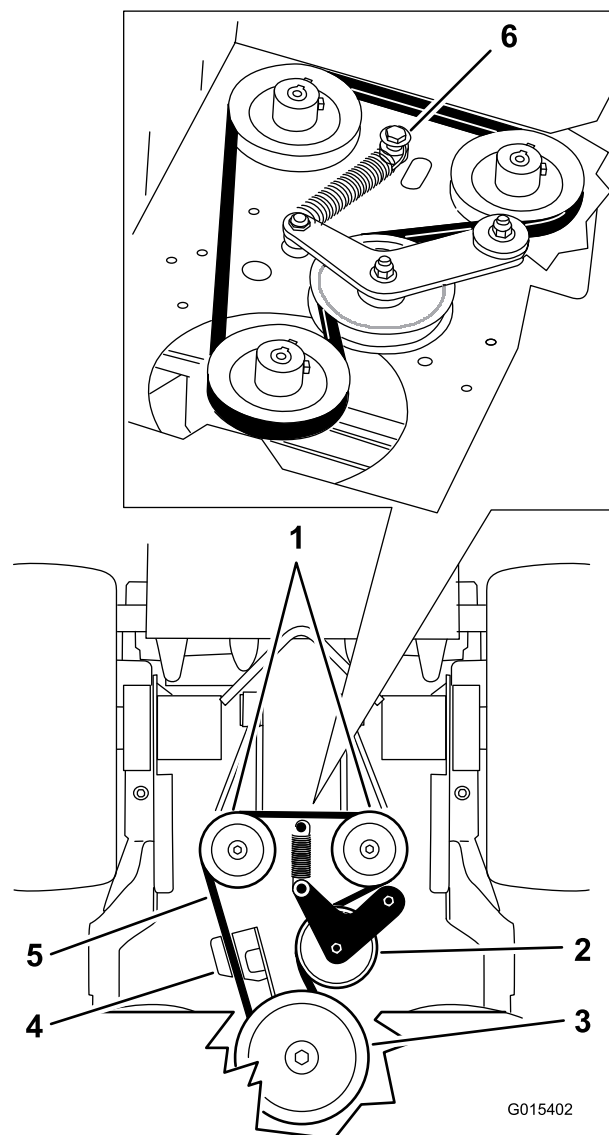

Figura 68
- Retire el perno de cuello largo, la tuerca y la arandela de la carcasa del motor y del muelle (Figura 68).
- Retire la correa de transmisión de la bomba (Figura 68).
- Instale el muelle en el perno de cuello largo y la arandela, y conéctelo a la carcasa del motor con la tuerca (Figura 68).